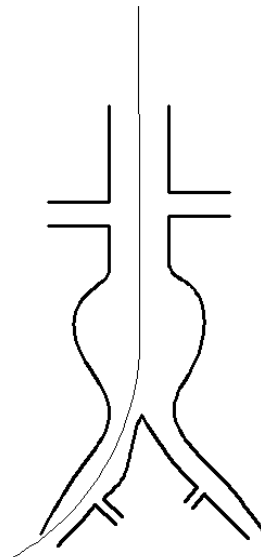

Fig. 3 Introducción del cable guía
- 5.6 Insertar un cable guía 0.035"/260cm en la arteria femoral y hacerla avanzar hacia las arterias renales. (Fig. 3)